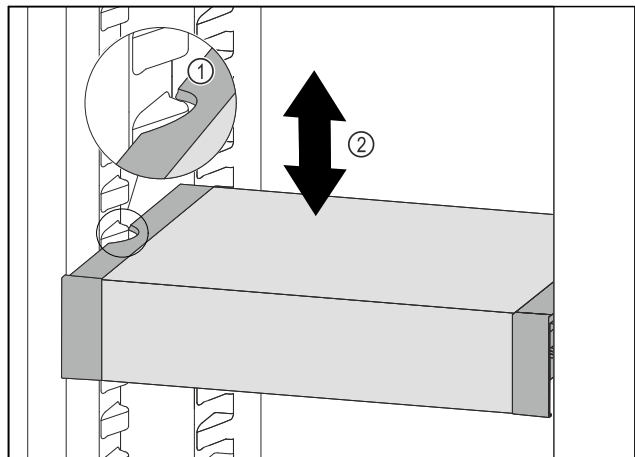

Fig. 167
- VarioSafe nach vorne ziehen, bis sich die seitlichen Aussparungen des VarioSafes auf Höhe der Behälterrippe im Kühlteil befinden. Fig. 167 (1)
- VarioSafe im Kühlteil nach oben oder unten bewegen, bis gewünschte Höhe erreicht ist. Fig. 167 (2)